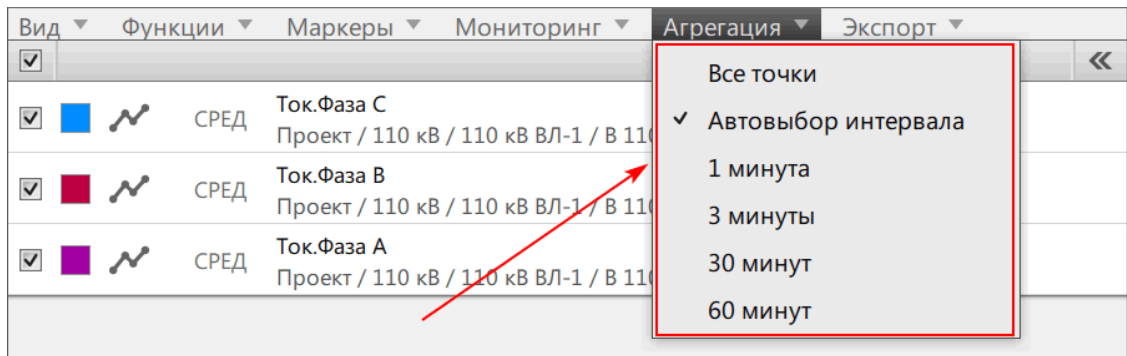

Рисунок 80 - Выбор типа агрегации данных
2. В меню **Агрегация** выберите тип агрегации данных (Рисунок 80). Описание видов экспортируемых значений в зависимости от выбранного типа агрегации представлено в Таблице 12.